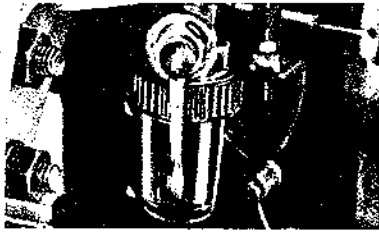

Fig. 12
- d) Ouvrir le robinet d'arrivée d'essence. (Fig. 12)